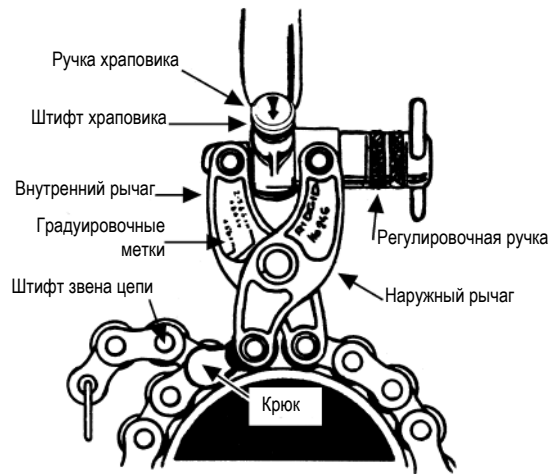

Рис. 2
**ВАЖНАЯ ИНФОРМАЦИЯ:** Если храповое действие механизма прекращается прежде, чем труба отрезана, значит произошло заклинивание резака. **ЗАПРЕЩАЕТСЯ** прикладывать усилие к рукоятке или к регулировочной ручке, следует просто поднять и повернуть ручку храповика так, чтобы стрелка была направлена в сторону, **ПРОТИВОПОЛОЖНУЮ** красной рукоятке (см. рис. 2).